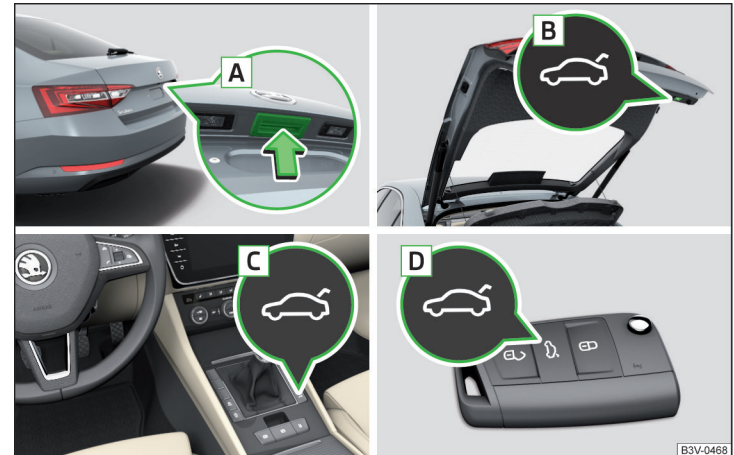

Abb. 59 Klappenbedienung
- ▶ Durch das Drücken des Griffs **A** » Abb. 59.
- ▶ Durch das Drücken der Taste **B** » Abb. 59.
- › Die Taste **B** » Abb. 59 auf Seite 71 gedrückt halten, bis ein akustisches Signal ertönt.
Die Klappe reagiert nicht auf ein Öffnungssignal	Entfernen eines eventuellen Hindernisses (z. B. Schnee), erneutes Öffnen der Klappe » Seite 71 Drücken des Griffs A » Abb. 59 auf Seite 71 und Ziehen der Klappe nach oben